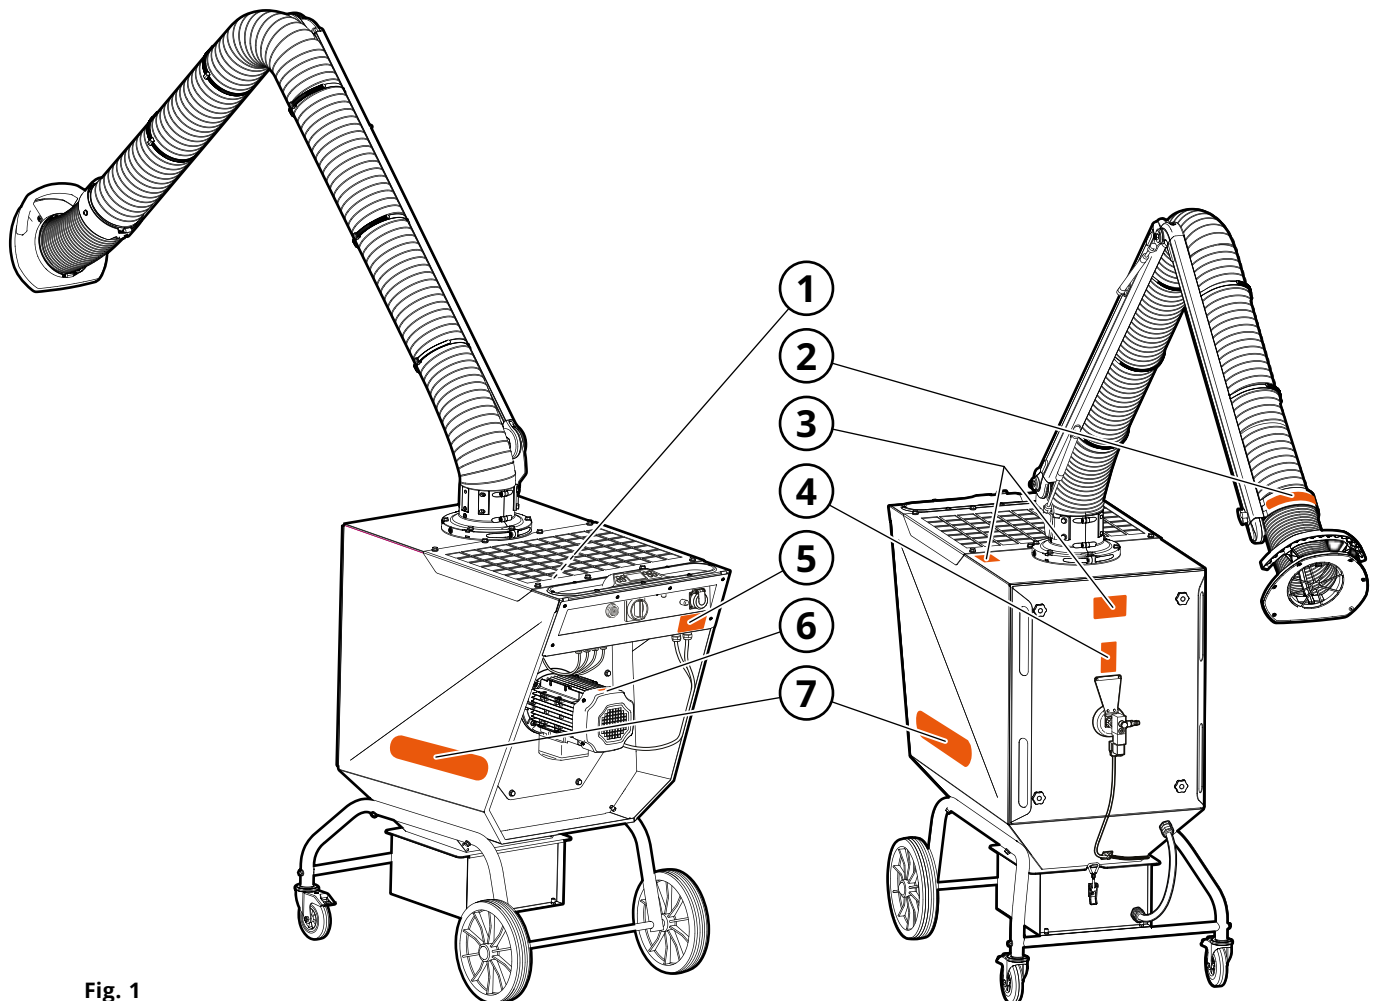
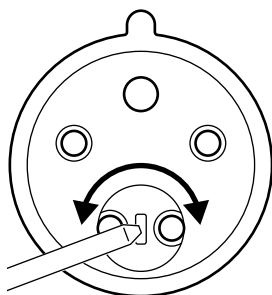

Fig. 1
Fig. 15
Gemäß Fig. 1.
3. Die Drehrichtung des Ventilators überprüfen. Die Drehrichtung des Ventilatormotors wird durch Starten des Motors und sofortigem wieder Ausschalten ermittelt. Bei abnehmender Drehzahl ist die Drehrichtung des Motors durch die Schutzhaube für die Motorkühlung zu erkennen. Bei falscher Drehrichtung (entgegen der Pfeilrichtung, Aufkleber gemäß **Fig. 1** Pos. 6) mit einem Schlitzschraubendreher die Phasen im Stecker vertauschen, siehe **Fig. 15**.